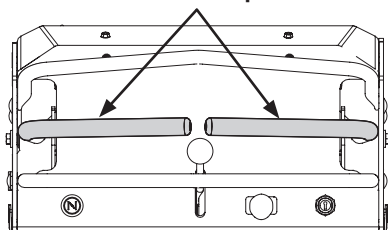

Fig. 10
1. Assurez-vous que les leviers de commande de conduite droite et gauche sont en position neutre et que le frein de stationnement est désengagé (Fig. 10).